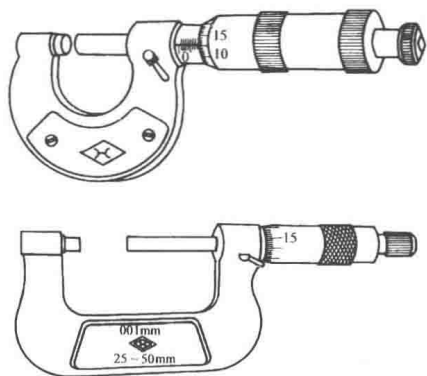

图 1-17 千分尺
(3) 千分尺的读数及使用 千分尺(图 1-17)是常用的精密量具之一,分度值为 0.01mm。规格为 0~25mm、25~50mm、50~75mm、75~100mm 等,每隔 25mm 为一档。